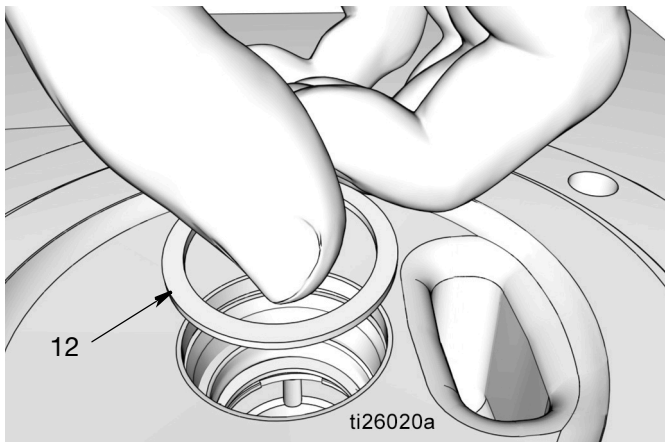

FIG. 33
- e. Coloque el espaciador (12) (FIG. 33).